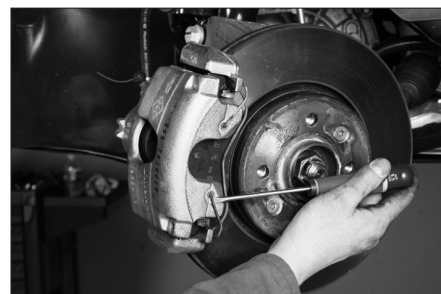

FIG. 5
- Déposer l'agrafe ressort (Fig.5).